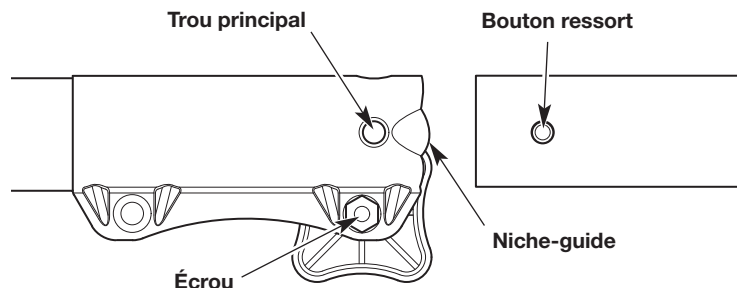

Fig. 4
4. Alignez le bouton de déclenchement avec la rainure de guidage (Fig. 4).
5. Poussez l'accessoire directement dans le coupleur jusqu'à ce que le bouton de déverrouillage s'enclenche fermement dans l'orifice principal (Fig. 4).
**REMARQUE :** Ne pas serrer l'écrou (Fig. 4).
3. Appuyez et maintenez enfoncé le bouton de déclenchement (Fig. 4).